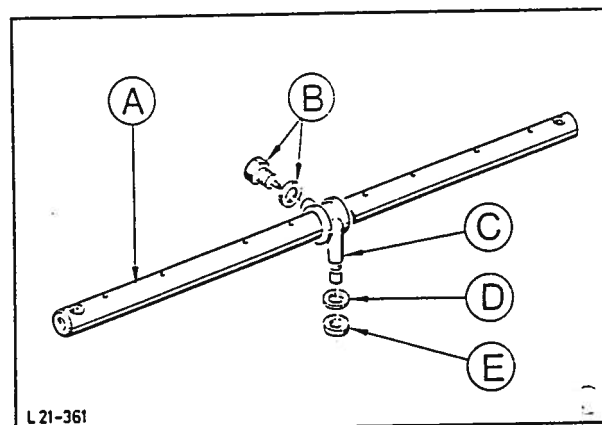

Fig. 150 Oljetilforselsforbindelse.
3. Demonter oljetilforselsforbindelsen fra vippearmakselen. Ta vekk festebolten og forbindelsen, fig. 150.